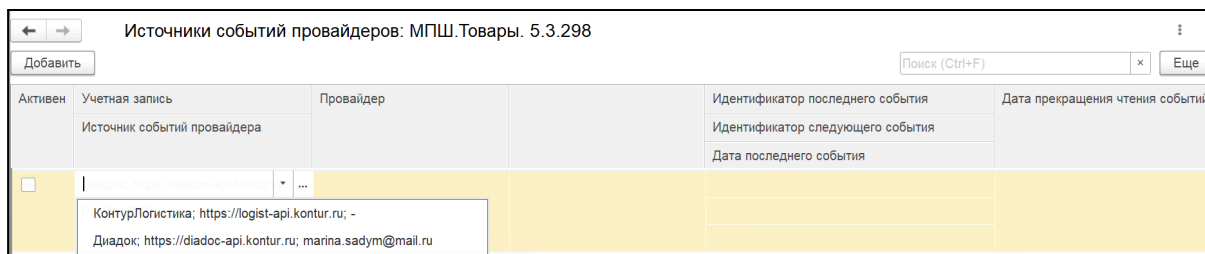

Рис. 77. Выбор учетной записи
1. Нажмите на кнопку «Добавить» и выберите «Учетную запись» (рис. 77).